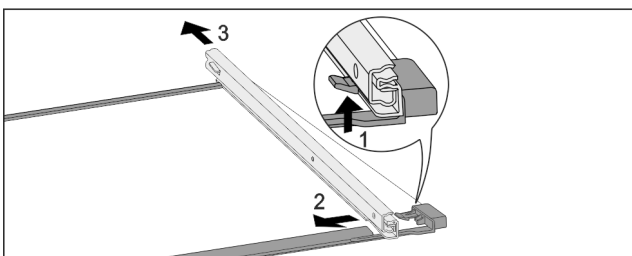

Fig. 190 Glasplaat met rails
- ▶ Voorste vergrendelhaak naar boven duwen. Fig. 190 (1)
- ▶ Uitschuifrail naar de zijkant Fig. 190 (2) en naar achteren Fig. 190 (3) wegschuiven.